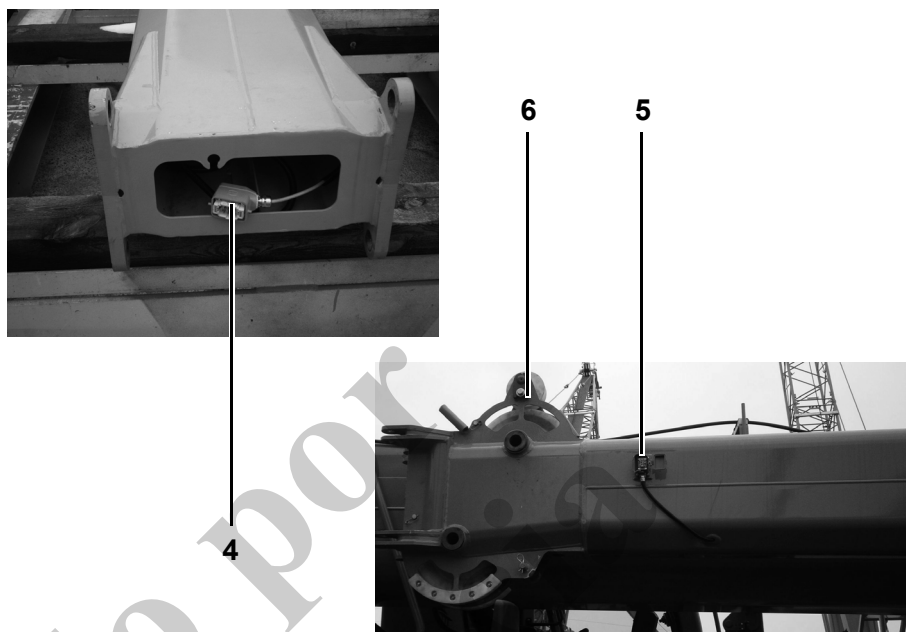
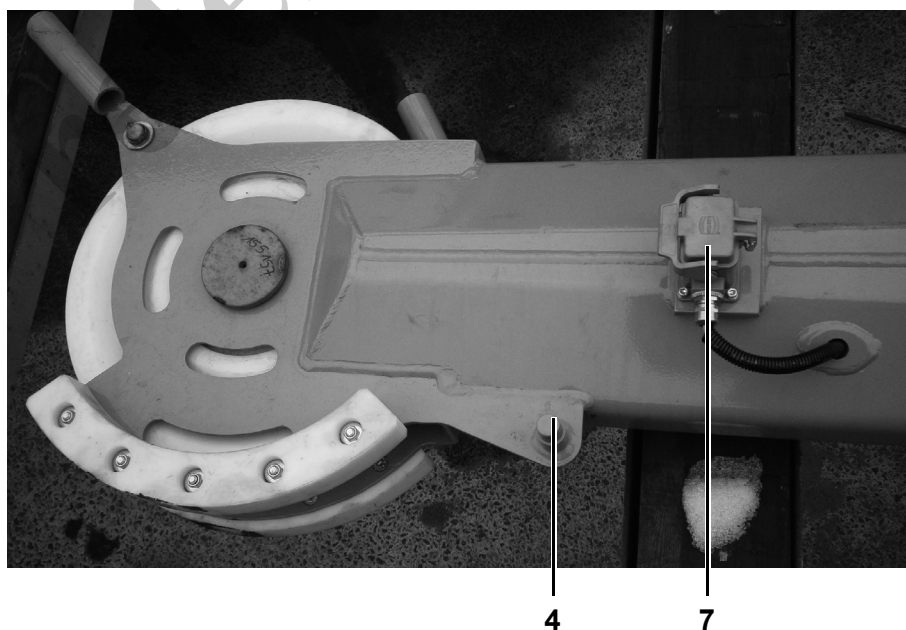

Fig. 183 Conexión del interruptor limitador de elevación a la extensión de la pluma de extremo
Fig. 184 Conexión del interruptor limitador de elevación a la extensión de la pluma de extremo
10	Pase el cable del malacate 1 sobre la polea de deflexión de la pluma principal y la cabeza de la pluma de extremo. Pase el cable entre la polea pequeña (6, Fig. 183) y la polea grande en la cabeza de la pluma de extremo, después sobre la polea en el extremo de la extensión de la polea de extremo, y luego entre la polea en la pluma de extremo y el aparejo de gancho inferior.
11	Conecte el cable de conexión (pluma de extremo) del interruptor limitador de elevación (4, Fig. 183) al enchufe de alimentación de la pluma de extremo (5, Fig. 183).
- 12 Sujete el interruptor limitador de elevación a la extensión de la pluma de extremo (6, Fig. 183) y conéctelo al enchufe de alimentación correspondiente (7, Fig. 184).